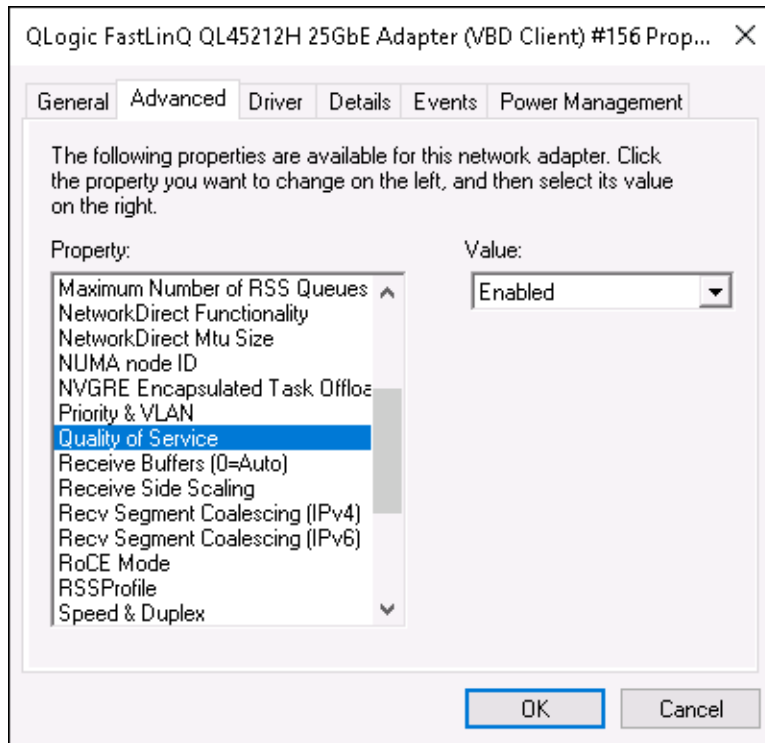

Figure 9-11. Propriétés avancées : Activation de QoS
- a. Sur la page Propriétés avancées de l'adaptateur (Figure 9-11), sous **Property** (Propriété), sélectionnez **Quality of Service** (Qualité de service), puis définissez la valeur sur **Enabled** (Activé).